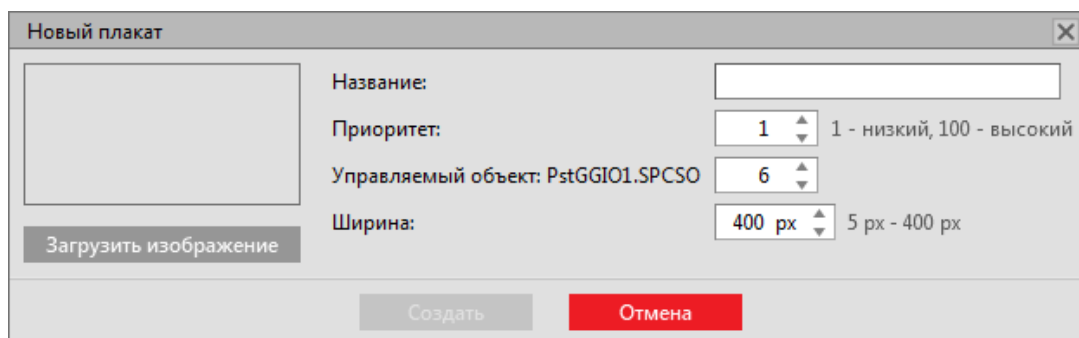

Рисунок 291 - Создание плаката
4. Заполните форму (Рисунок 291) согласно Таблице 71.